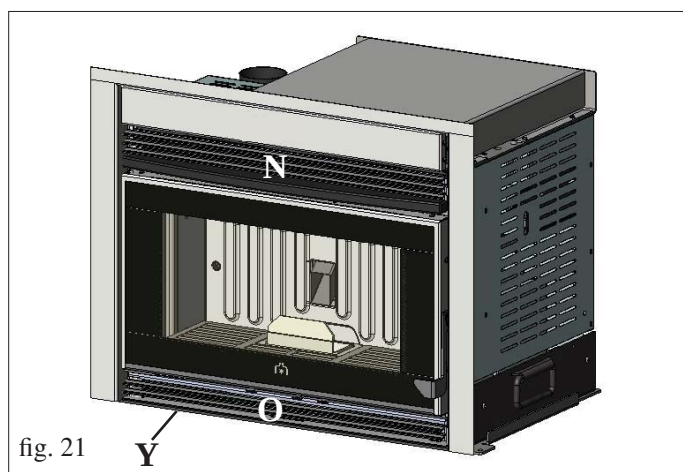

fig. 21
- Volver a montar la rejilla superior (**N** - fig. 21), empotrada, la rejilla inferior (**O** - fig. 21) y el perfil metálico plano (**Y** - fig. 21) mediante tornillos, desmontados anteriormente.